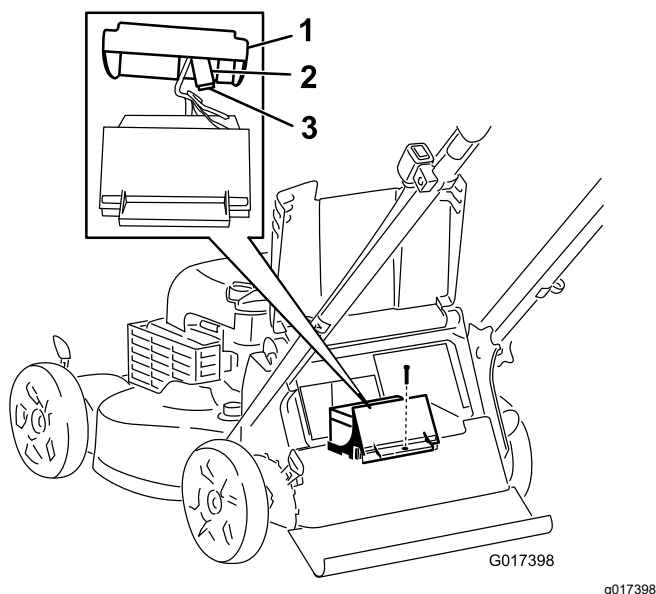

Рисунок 31
3. Снимите крепежный винт аккумуляторного отсека, выньте аккумулятор и найдите предохранитель (Рисунок 31).
4. Замените плавкий предохранитель в держателе (Рисунок 31).